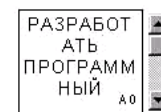

Рисунок 1.5 - Заполнение блока A0
* Выберите команду Turn Off в меню Text (рисунок 1.5).